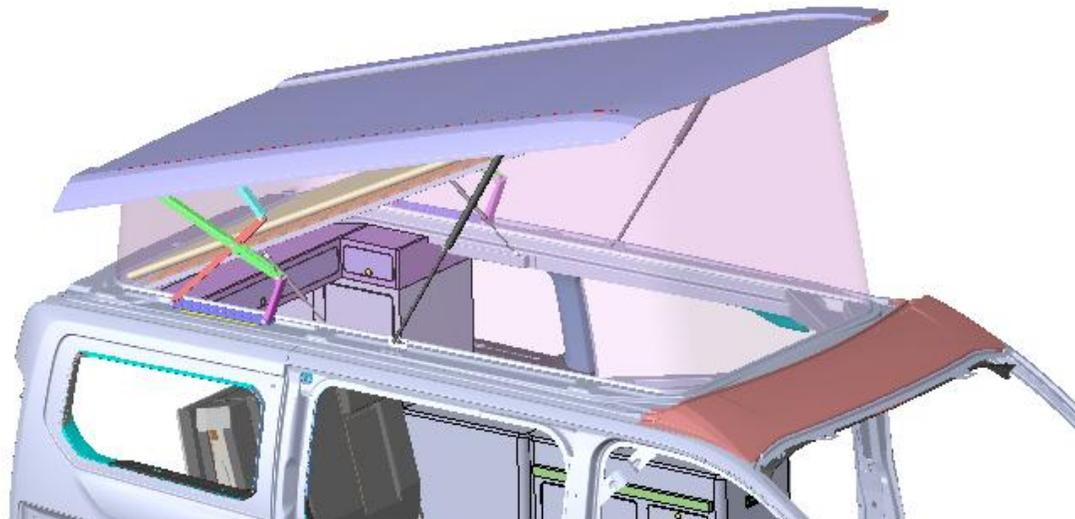

Abb. 4
- Dach in geöffneter Position. ( Abb. 4)